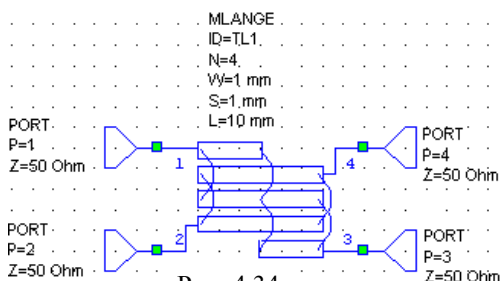

Рис. 4.34
- Щёлкните мышкой по значку **Port** на панели инструментов и подключите порт к плечу 1 элемента **MLANGE**. Аналогично подключите порт к плечу 2. Затем подключите порты к плечам 3 и 4, два раза щёлкая мышкой, чтобы развернуть эти порты на 180 градусов. Полученная схема показана на рис. 4.34.